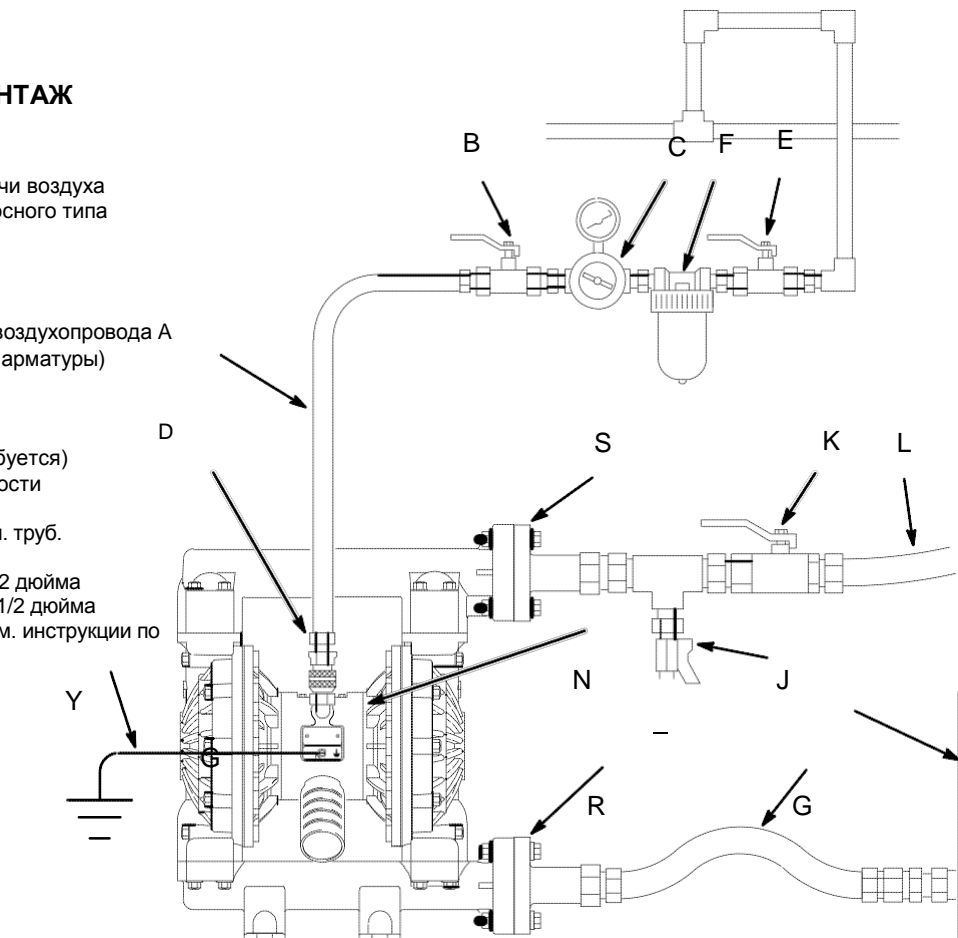

Рис. 2
1. Типичная установка, изображенная на Рис. 2, всего лишь служит ориентиром для выбора и установки компонентов системы. Обратитесь к Вашей местной службе поддержки клиентов VERDER за помощью в планировании системы, которая соответствует Вашим потребностям.
Главный воздушный клапан сбросного типа (В) необходим в Вашей системе для стравливания воздуха, захваченного между этим клапаном и насосом. Запертый воздух может стать причиной неожиданного включения рабочего цикла насоса, что может привести к серьезной травме, включая попадание в глаза или на кожу, травму, нанесенную движущимися деталями, или отравление опасными жидкостями. См. Рис.2
1. Произведите монтаж арматуры воздухопровода, как показано на Рис. 2. Данная арматура монтируется непосредственно на стене или на кронштейне. Проследите за тем, чтобы воздухопровод, подающий воздух на арматуру, обладал электропроводимостью.
2. Проведите электропроводящий гибкий воздушный шланг (А) между арматурой и отверстием насоса для впуска воздуха 1/2 норм. труб. резьб. (внутр.) (N). См. Рис. 2. Внутренний диаметр воздушного шланга должен составлять как минимум 13 мм.
3. Вкрутите быстроразъемный соединитель воздухопровода (D) на конце воздушного шланга (А); проследите за тем, чтобы проход соединителя был достаточно большим и не ограничивал поток воздуха, так как это будет влиять на эффективность работы насоса. Плотнo вкрутите стыковочную арматуру в отверстие насоса для впуска воздуха. Не подсоединяйте соединитель (D) к стыковочной арматуре до тех пор, пока Вы не будете готовы к эксплуатации насоса.
ОБОЗНАЧЕНИЯ НА РИС. 2
См. Рис. 2.